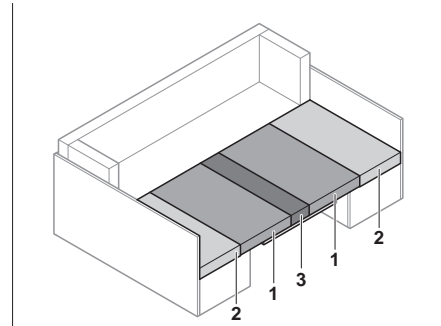

Bild 78 Efter ombyggnaden
- Drag sittdynorna (Bild 78,1) till mitten.
- Skjut in ryggdynorna (Bild 78,2) mellan sittdynorna (Bild 78,1) och ytterväggen.
- Lägg extradynan (Bild 78,3) mellan sittdynorna (Bild 78,1) på bordet.